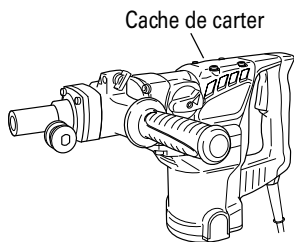

Fig. 17
- (1) Enlever le couvercle du carter et essuyer la graisse à l'intérieur. (Fig. 17)
- (2) Appliquer 2.0 oz (60 g) de graisse pour marteau électrique Hitachi A (accessoire sur option, en tube) au carter.
- (3) Après avoir fait le plein de graisse, installer fermement le couvercle du carter.